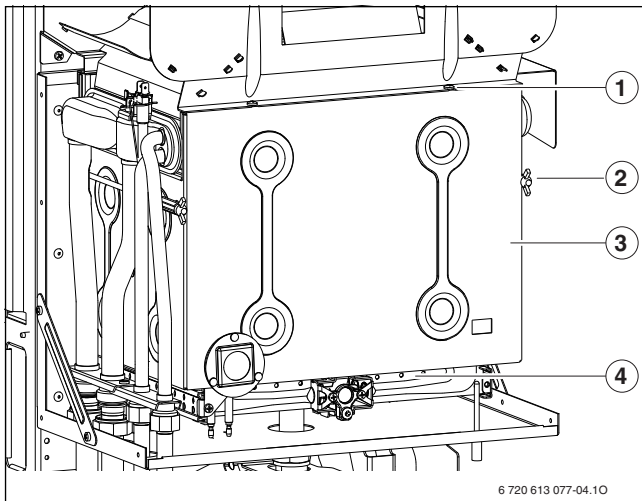

Рис. 35 Открывание горелки
- ▶ Снять переднюю стенку камеры сгорания и горелку (→ рис. 35).